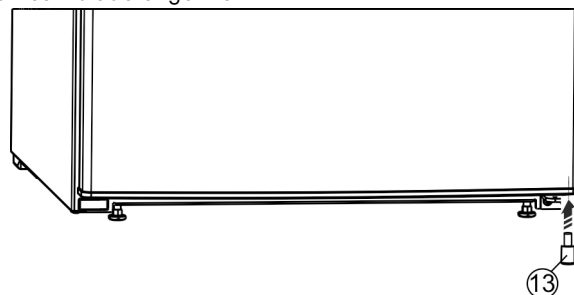

Fig. 26 *
- ▶ Volver a colocar la pieza distanciadora Fig. 26 (13) en la parte inferior derecha de la puerta, ya que es importante para la estabilidad del aparato.*